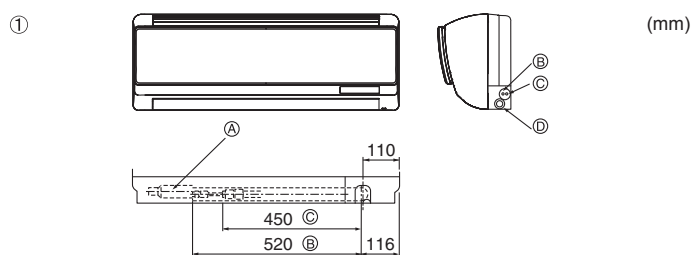

Fig. 4-2
① Posição da tubagem de refrigeração e de drenagem (Fig. 4-2)
- (A) (Comprimento útil: 640)
- (B) Tubo de líquido
- (C) Tubo de gás
- (D) Mangueira de drenagem